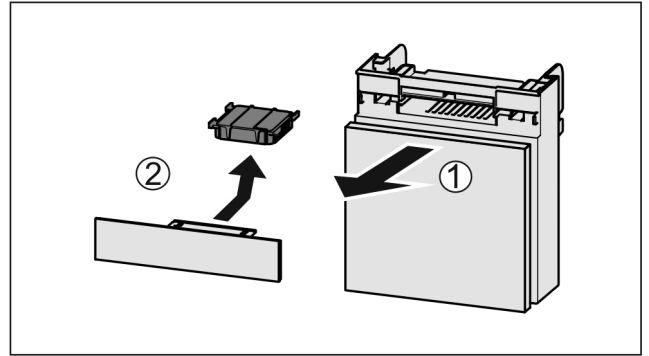

Fig. 126
- Lade vanaf de voorkant eruit trekken Fig. 126 (1).
- Actiefkoolfilter verwijderen Fig. 126 (2).